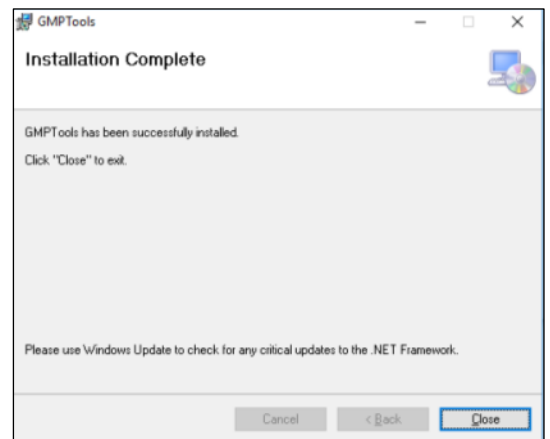

Abb. 2.6
- Klicken Sie in allen Fenstern auf **Next** (Weiter), bis **Close** (Schließen) erscheint (Abb. 2.6).